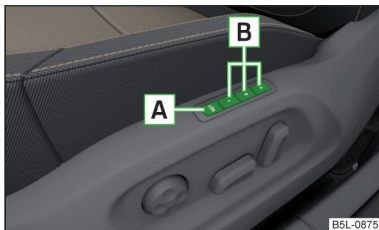

Fig. 57
Les touches mémoire **B** sur le siège du conducteur permettent d'enregistrer un réglage de la position du siège conducteur et du rétroviseur extérieur » fig. 57.
- Maintenez la touche SET **A** » fig. 57 et enfoncez simultanément la touche mémoire souhaitée **B** dans un délai de 10 secondes. L'enregistrement est confirmé par un signal sonore.
- Mettez le contact et appuyez sur la touche de mémorisation souhaitée **B** » fig. 57.
- Maintenez la touche de mémorisation souhaitée **B** » fig. 57 **enfoncée**.
- Appuyez sur une touche de mémorisation quelconque **B** » fig. 57 à la page 71 et maintenez-la enfoncée. ▶
- Appuyez sur la touche **SET [A]** » fig. 57 à la page 71. Appuyez simultanément sur la touche  de la clé à radiocommande dans un laps de 10 secondes. La désactivation est confirmée par un signal sonore.